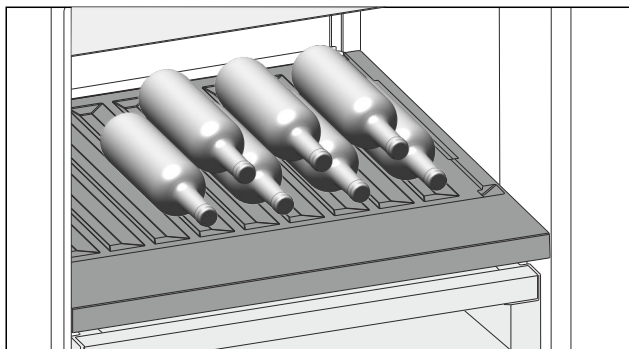

Fig. 145 Примерное изображение
- ▶ Бутылки укладывайте дном к задней стенке. (см. Fig. 145)